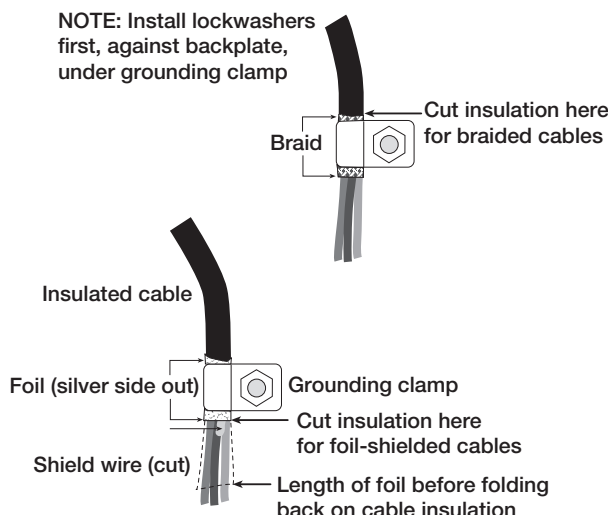

Figura 2-3. Conexão da abraçadeira de aterramento para os cabos shieldados e com blindagem de alumínio
- Para cabos com blindagem de alumínio, descape 15 mm (meia polegada) do isolamento e do alumínio do cabo após a abraçadeira de aterramento (veja Figura 2-3). Dobre a blindagem de alumínio novamente sobre o cabo onde ele passa pela abraçadeira. Certifique-se de que o lado prateado (condutor) do alumínio esteja voltado para fora para que faça contato com a abraçadeira de aterramento.
- Para cabos com blindagem trançada, descape o isolamento e a blindagem logo após a abraçadeira de aterramento. Descape outra meia polegada (15 mm) da isolação *somente* para expor a trança onde o cabo passa pela abraçadeira (veja Figura 2-3).